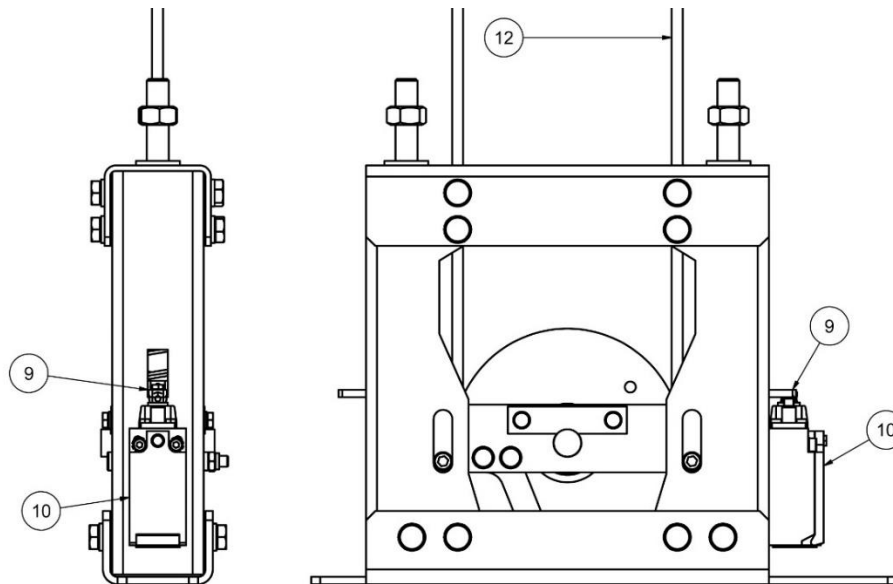

Abbildung 21: Entspannung des Seils
Falls sich das Seil entspannt oder gar reißt, wird der Kontakt (9) durch das Betätigungselement des Entspannungskontakts (9) aktiviert (siehe Abbildung 21), und die Zugmaschine wird angehalten.